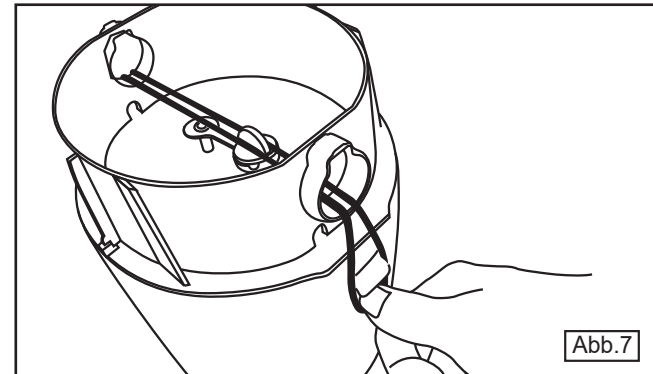

Abb.7
6. Entfernen Sie die innere Bugnase mittels des mitgelieferten Gummiringes der durch die seitlichen Öffnungen gespannt wird und befestigen Sie diesen an den seitlichen Haken (siehe Abbildung 7). Dann setzen Sie die Pumpe auf das Ventil und pumpen Luft in die Batteriekammer. Dadurch lässt sich die Bugnase leicht abnehmen und Sie können den Silikonring entfernen.